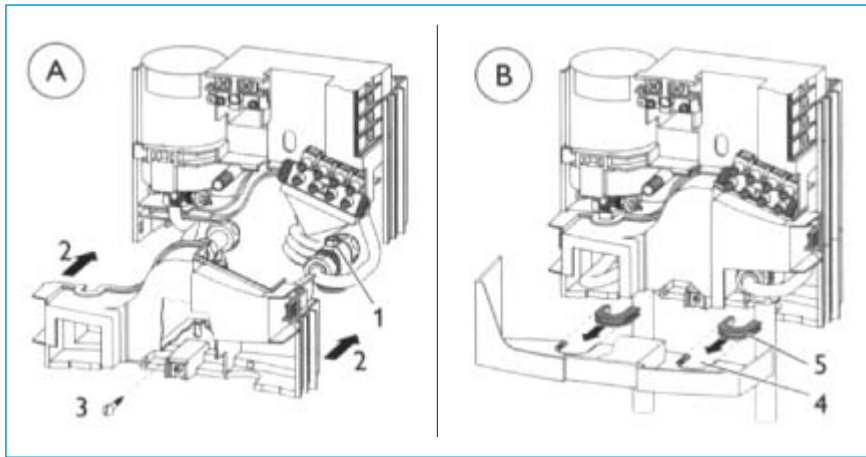

Fig. 21
- ▶ Utilizar el tapón de latón con rosca G 1/2 (pos. 4) que se incluye con los accesorios WKMD y WBMD.
- ▶ Utilizar las abrazaderas incluidas con el aparato (ver también la fig. 21 B, pos. 5).
4. Fijar la parte inferior del panel trasero (pos. 2).
5. Montar el tornillo de fijación inferior (pos. 3).
En el caso de una instalación de fontanería no empotrada, romper limpiamente las aberturas pasatubo en la tapa del aparato, tal como se muestra en la fig. 21 B, pos. 4. En caso necesario utilizar una lima para eliminar las rebabas. Encajar las abrazaderas (pos. 5) incluidas con el aparato en las aberturas pasatubo.